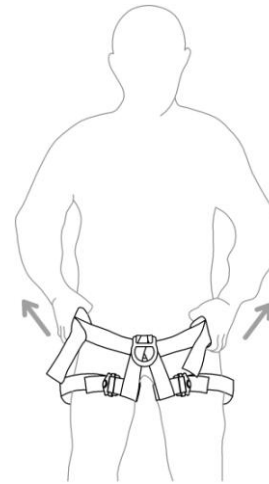

Рис. 2
- рис. 2 – продеть ноги в поясной и ножные охваты, надеть обвязку на пояс;